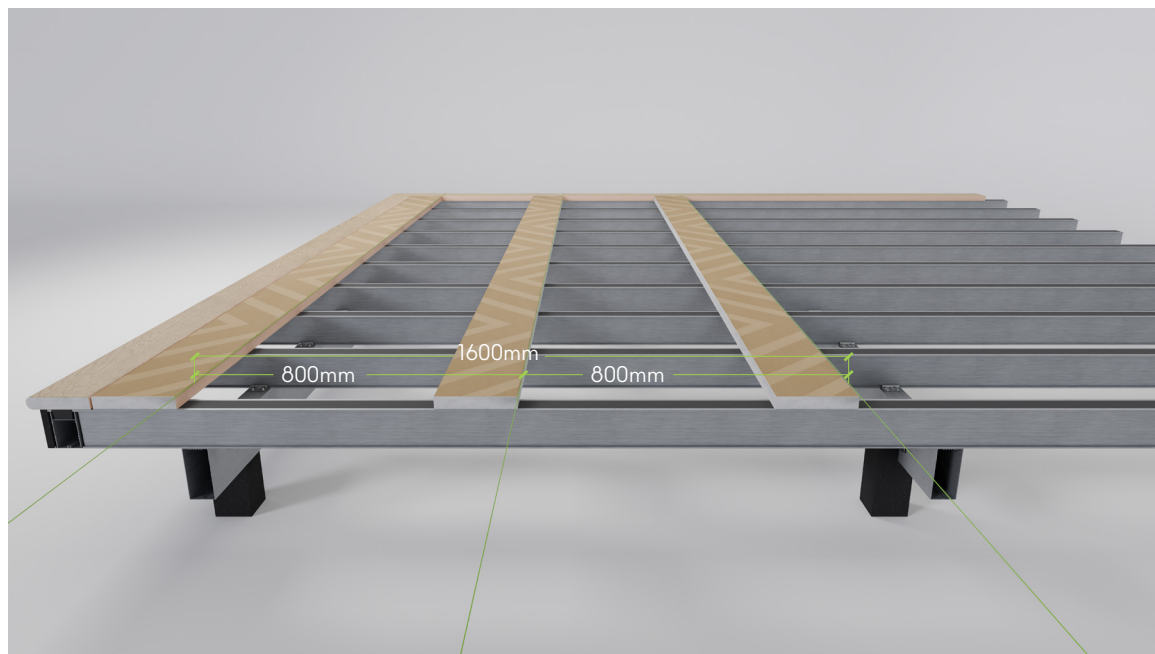

Fig. 6
6. Maintenant, mesurez 1600 mm (2 x 800 mm ou 8 rangées de lames) à partir de la première rangée ou de la lame de rive et installez une deuxième rangée de lames de terrasse le long du cordeau. Continuez à installer les rangées de lames de terrasse aussi longtemps que nécessaire pour couvrir la terrasse ou la zone à recouvrir de Modello. (Fig. 6)